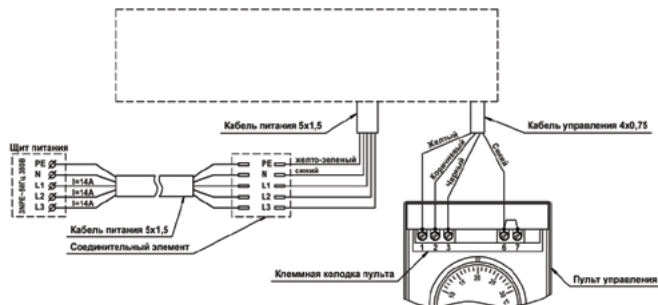

Рис. 5
- подключить к клеммной колодке пульта кабель управления, выведенный из завесы, в соответствии со схемой, указанной на рис. 5 и на корпусе завесы.
3. Подключение к стационарной электросети производится в соответствии со схемой, указанной на рис. 5 и на корпусе завесы.